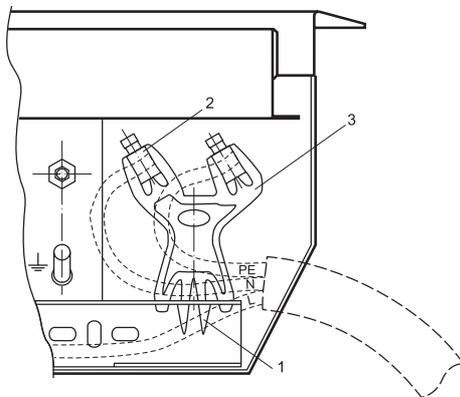

Рис. 1 Расположение шин N и PE в корпусе серии «Универсал»
О шинах расскажем подробнее (рис. 1). Шины N и PE (2) защелкиваются в верхние держатели (3) стойки, которые устанавливаются в гнезда монтажных профилей при помощи зацепов (1). Такое расположение шин делает более удобным подвод кабелей.